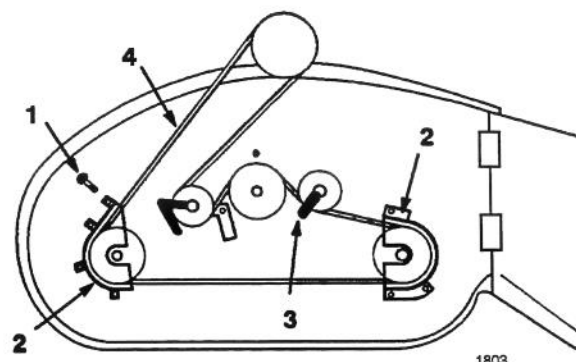

Figure 28
2. Desserrer les boulons de montage des guides de courroie et déposer les guides de la poulie (Fig. 28).
3. Desserrer, sans les déposer, le boulon et l'écrou retenant la poulie de renvoi et le guide de la courroie (Fig. 28).
1. Monter la courroie neuve autour de la poulie de la lame et dans les deux guides de courroie (Fig. 28).
2. Régler le guide-courroie sur la poulie de renvoi comme indiqué et serrer les boulons de montage (Fig. 28).
3. Régler les guides de courroie à 3 mm environ de la poulie et serrer les boulons de montage (Fig. 28).